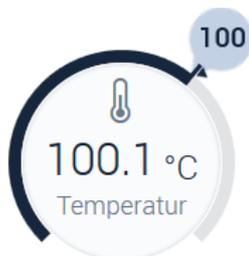

Abb. 2-4 Anzeige mit Sollwert-Blase
- ✓ In der Anzeige der Regelgrößen wird der Sollwert dauerhaft angezeigt → Abb. 2-4 »Anzeige mit Sollwert-Blase« (Seite 14).